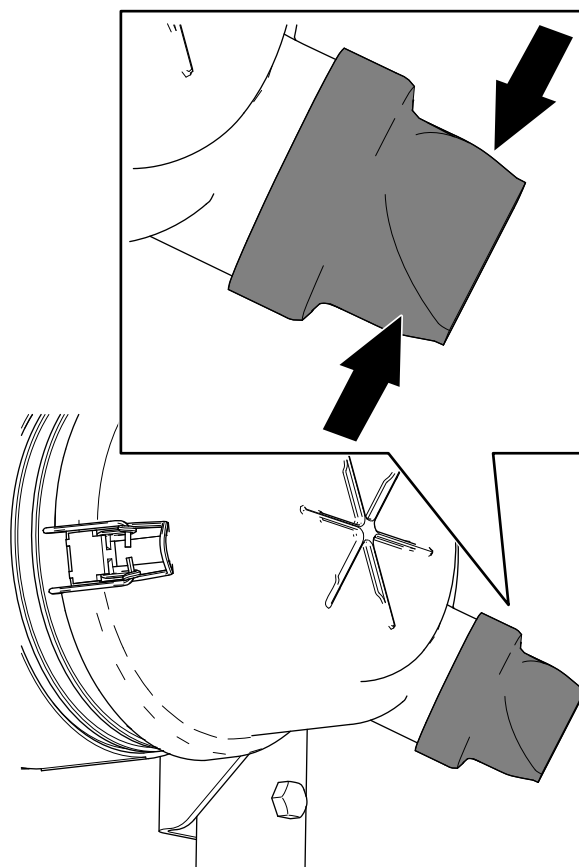

Figura 113
5. Apriete la válvula de expulsión de polvo (Figura 113).